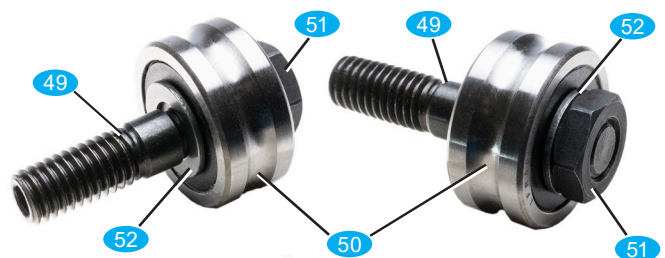

Bild 1c: Mutter bündig zum Exzenterbolzen aufschrauben
- Schrauben Sie die Mutter **51** auf der Rollenseite bündig zum Exzenterbolzen **49** auf (kein Festziehen, Bild 1c). Bauen Sie die exzentrischen Rollenführungen mit dem Innensechskant auf der Außenseite in die oberen Bohrungen der Portalwangen. Ziehen Sie die Mutter **63** auf der Außenseite nur lose handfest - später wird hier die Führung der Y-Achse eingestellt und die Verschraubung festgezogen.